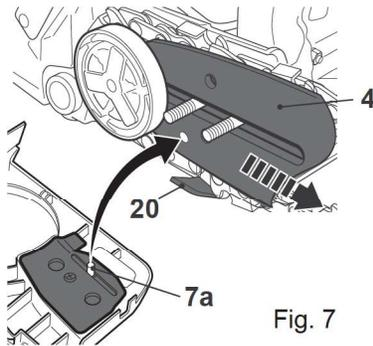

Fig. 7
- > Asegúrese de que la cadena esté colocada por encima del colector de la cadena. (20) (Fig. 7).
- > Tire con cuidado de la barra guía (4) hacia la derecha para pretensar la cadena de la sierra (3) (Fig. 7).